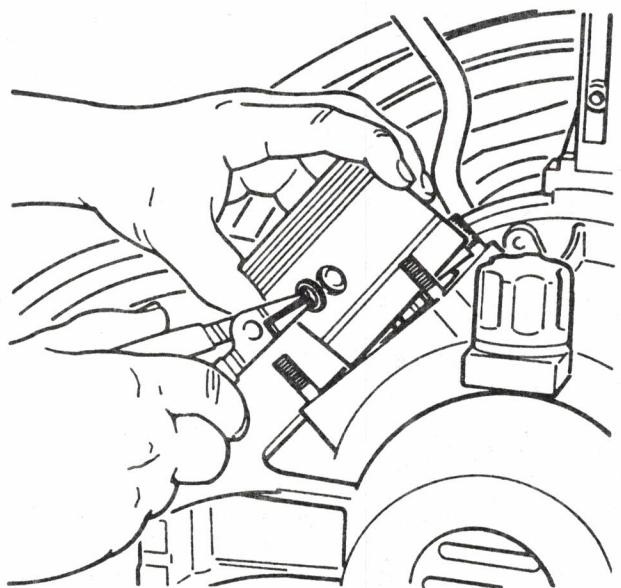

Bild 19 Kolben ausbauen
- Zwei Sicherungsringe mit Ringzange aus dem Kolben entfernen (Bild 19).